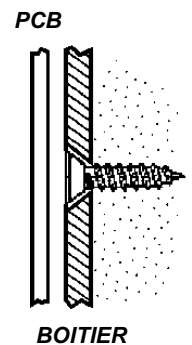

Figure B.4: Position de la vis de fixation
9. Fixez la couverture arrière en utilisant deux vis et remplacez le PCB. Utilisez l'ISO 7050 (ST3.5 x 22) ou des vis similaires pour que la tête de la vis ne touche pas le PCB – voir *Figure B.4*.